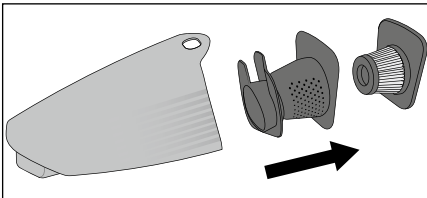

Abb. 3
- 3) Ziehen Sie zunächst den HEPA-Filter **6** und dann den Grobfilter **7** aus dem Schmutzbehälter **8** heraus (Abb. 3). Klopfen Sie beide Teile über einem Mülleimer o. Ä. aus. Bei Bedarf können Sie den HEPA-Filter **6** mit klarem Wasser abspülen. Lassen Sie ihn anschließend an der Luft vollständig trocknen.